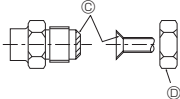

Fig. 5-1
Ⓐ (Fig. 5-1)
Ⓑ (Fig. 5-1)
5.2. Cevi za priključivanje (Fig. 5-1)